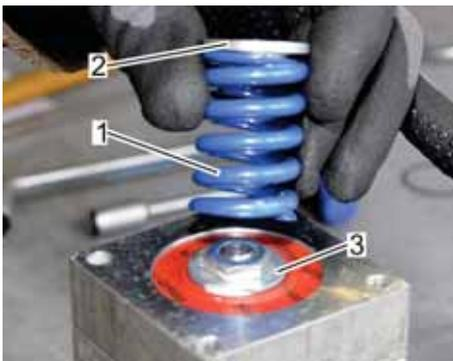

Abb. 99: Sollwertfeder mit Federteller aufsetzen
15. Die Sollwertfeder (Abb. 99/1) mit Federteller (Abb. 99/2) auf den Membranteller (Abb. 99/3) aufsetzen.